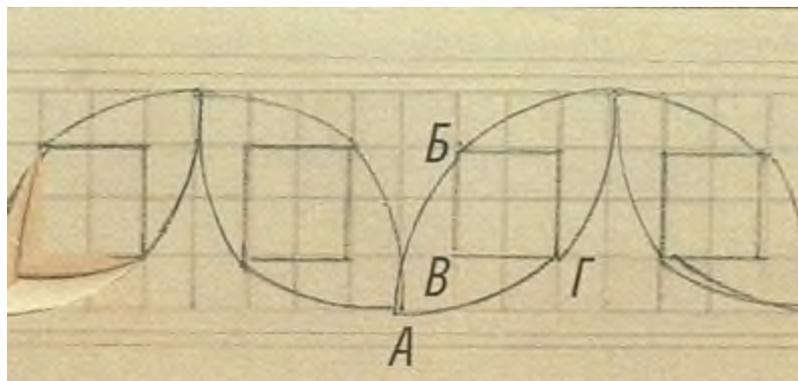

Рисунок 35 - Эскиз бордюра
4.1 Начертите вспомогательную сетку. Ячейкой сетки является квадрат со стороной 4 мм. Обведите группу из четырех ячеек, которые будут обрамлены дугами, темной линией. Для наметки дуг воспользуйтесь круглым лекалом (рисунок 35).